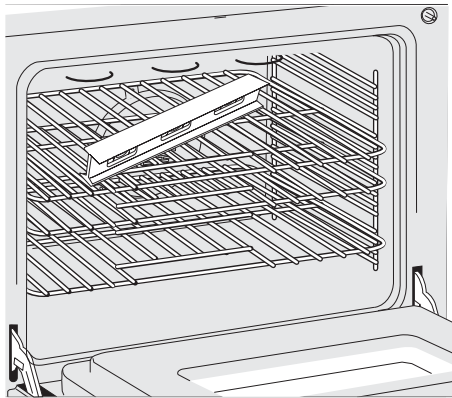

Figura 7
2. Ponga un nivel sobre la parrilla (figura 7). Ponga un nivel sobre la parrilla. Tome dos lecturas con el nivel puesto diagonalmente en una dirección y después en la otra. Nivele la estufa, si es necesario, ajustando las 4 patas niveladoras con una llave de tuercas (vea la página 18).